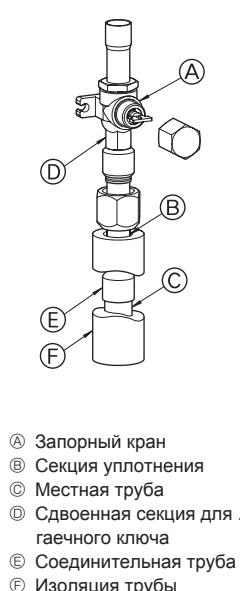

Fig. 4-3
- ③ Для соединения труб со стороны газа необходимо выполнить следующие операции. (Fig. 4-3)